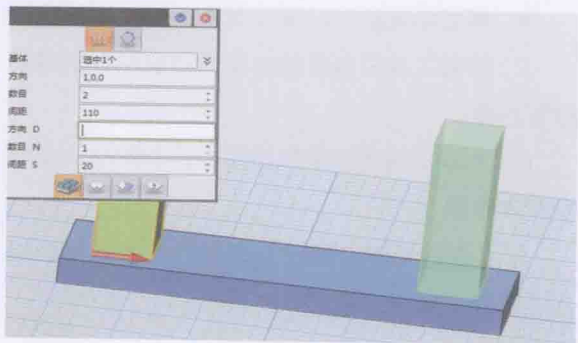

图 1-2-4
5. 确定之后用阵列命令作另一个六面体。在基本编辑  内找到阵列命令 , 点击阵列命令, 在弹出的对话框中, 基体选择上步骤制作的六面体, 阵列方向选择如图 1-2-4 所示红色箭头方向, 数目设为 2, 间距设为 110, 其余参数默认不设置, 效果图 1-2-4 所示。